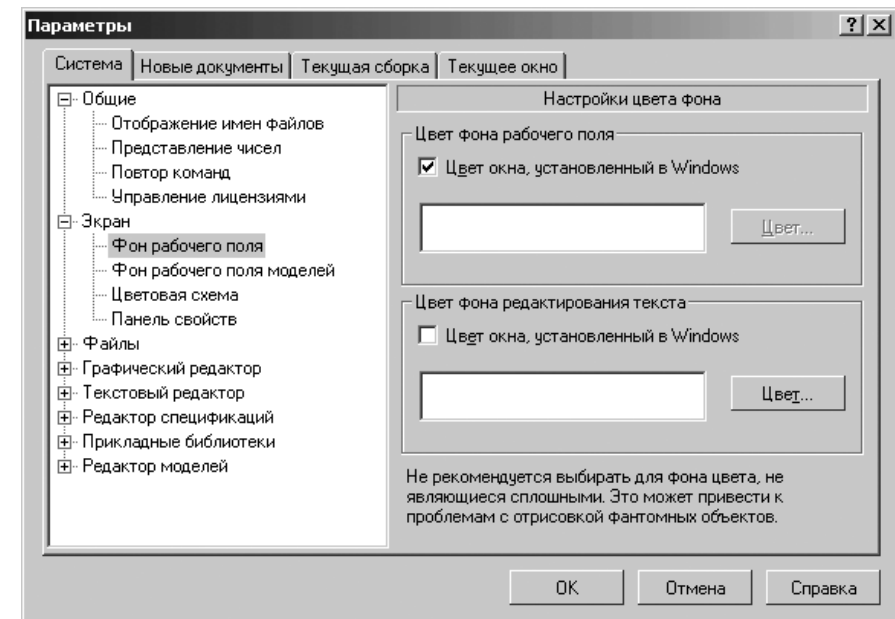

Рис. 1.16. Диалоговое окно **Параметры** с открытой вкладкой **Система** и подокном **Настройки цвета фона**
- щелкните по пункту **Фон рабочего поля**. Появится в правой части подокно **Настройки цвета фона**, показанное на рис. 1.16.